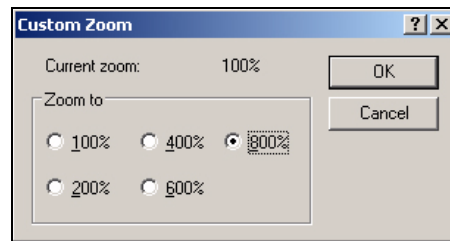

Figura 5-57: Personalizar zoom
- 2 Vá até *Exibir > Zoom > Personalizado*. A caixa de diálogo *Personalizar zoom* (veja Figura 5-57 na página 5-61) aparece.